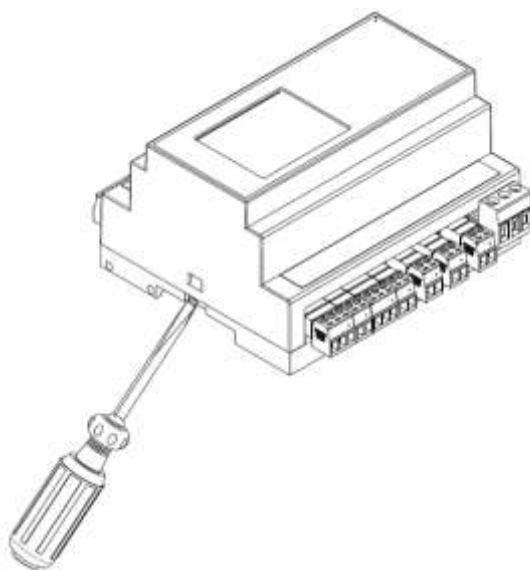

Рисунок 28 – Открытие защелки
- отверткой с плоским шлицем подцепить край боковой поверхности крышки ПЛК под защелкой у основания корпуса и аккуратно (чтобы не повредить шлейф клавиатуры, расположенный под крышкой) приподнимать отвертку, пока край крышки не отделится от основания корпуса (см. рисунок 28);